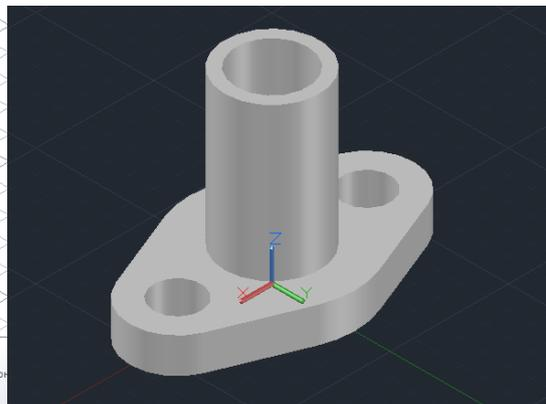

Рис.7. Визуальный стиль
14. Выбрать **Визуальный стиль «Реалистичный»** (Рис.7).